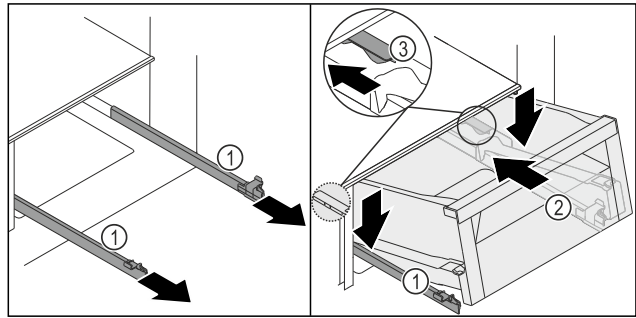
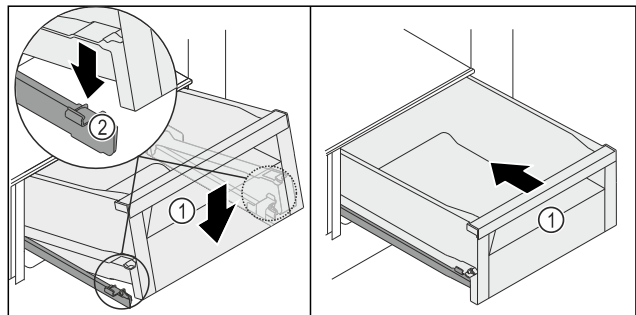

Fig. 117
Fig. 118
- Міцно тримаючи рейки Fig. 117 (1), установіть висувний ящик Fig. 117 (2) зверху за обмежувачем Fig. 117 (3) на рейки Fig. 117 (1).
- Всуňte висувний ящик Fig. 117 (2) на рейках Fig. 117 (1) до упору назад.
- Опустіть висувний ящик Fig. 117 (2) спереду так, щоб він увійшов у затискач Fig. 118 (2) ліворуч і праворуч.
- Висувний ящик Fig. 118 (1) чутно зафіксується з характерним звуком.
- Всуňte висувний ящик Fig. 118 (1).